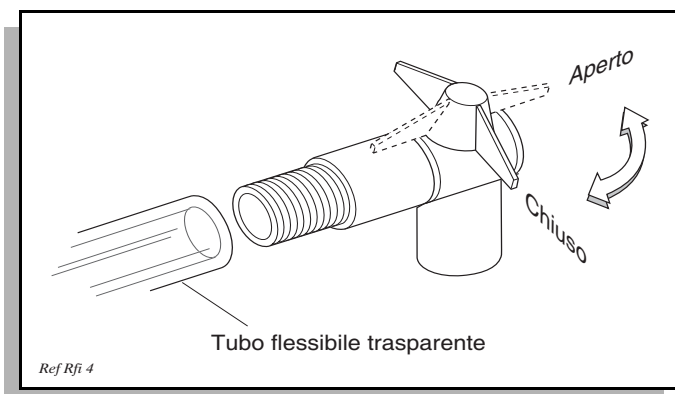

Fig. 4 Svuotare l'acqua dagli scomparti
**Scarichi** - Le due valvole a rubinetto, situate sotto la parte posteriore del modulo per bibite, scarica gli scomparti. Per aprire le valvole, girare semplicemente il tappo della valvola in direzione opposta al veicolo (Fig. 4, pagina 5). Per chiudere le valvole, girare il tappo della valvola in una posizione parallela al veicolo. Si raccomanda di lasciare aperte le valvole mentre il veicolo è in servizio.